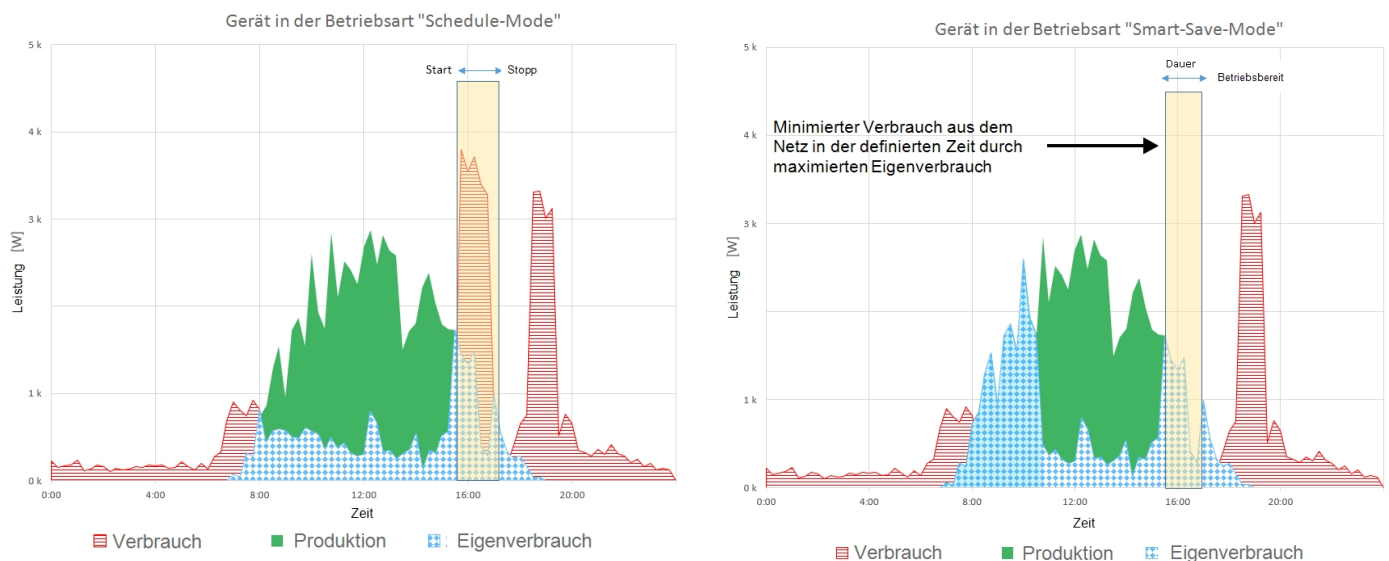

Abbildung 2: Beispiele für den Betrieb des Geräts
Für Beispiele der Betriebsmodi des Geräts siehe *Abbildung 2*.
6. Betätigen Sie die Verbindungs-Taste am Potenzialfreier Kontaktschalter (siehe *Abbildung 2*).